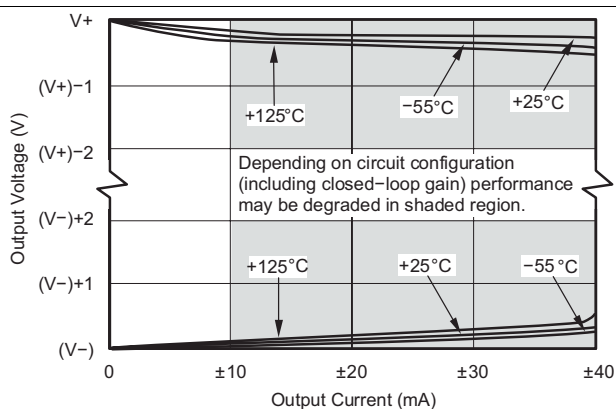
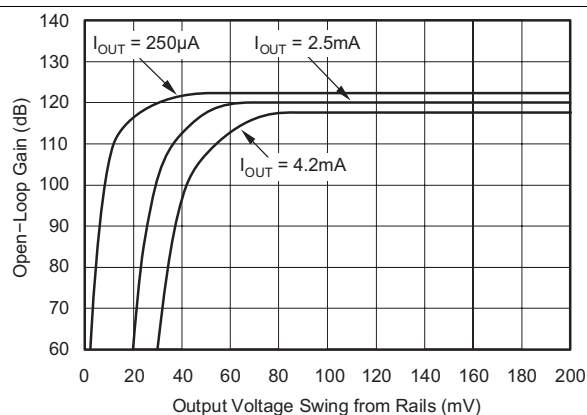

图 17. 输出电压摆幅与输出电流间的关系
图 18. 开环增益与输出电压摆幅间的关系
(4) 测得输出和电源轨之间的输出电压摆幅。
(5) 请参阅 图 17。
采用具有共源晶体管的 AB 类输出级来实现轨至轨输出。对于轻电阻负载 ($> 10k\Omega$)，输出电压摆幅通常在距离电源轨 10mV 的范围内。对于较大的电阻负载 (600Ω 至 $10k\Omega$)，输出可以在距电源轨几十毫伏的范围内摆动，并且保持高开环增益。请参阅 图 17 和 图 18 了解详细信息。